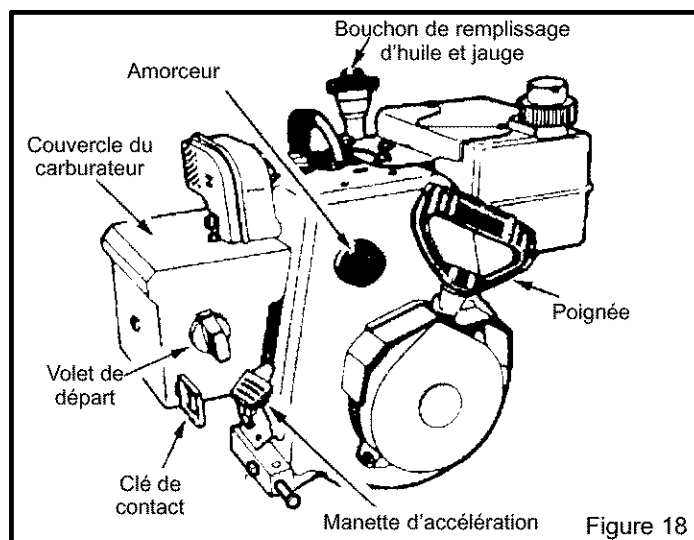
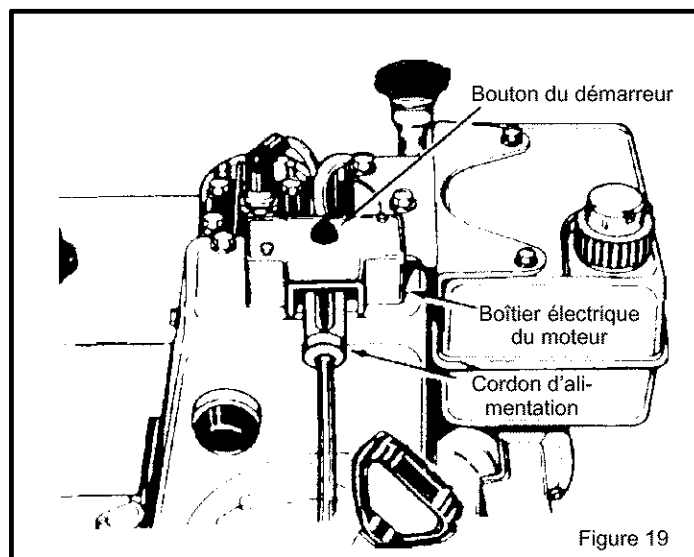

Figure 18
Figure 19
MISE EN MARCHÉ DU MOTEUR FROID (DÉMARREUR ÉLECTRIQUE) (VOIR FIGURE 18 ET FIGURE 19)
3. Engager la clé de contact dans sa fente. S'assurer qu'elle est bien enclenché (Figure 18). Ne pas tourner la clé.
4. Tourner le bouton du volet de départ à la position éteint pour ouvrir le volet (Figure 18).
5. Brancher le CORDON ÉLECTRIQUE au BOÎTIER du moteur (Figure 19).
- a. Appuyer sur le BOUTON DU DÉMARREUR (Figure 19) pour mettre le moteur en marche.